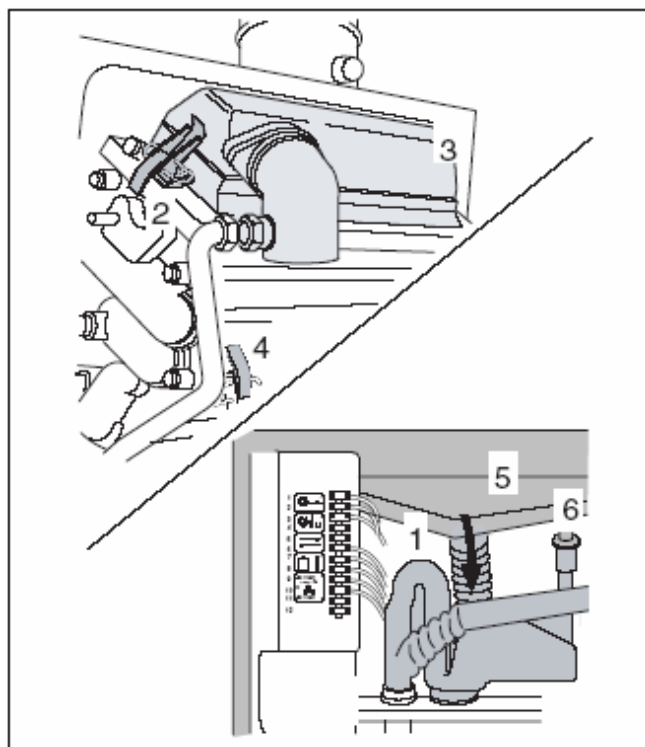

Рис. 36 Снятие кожуха и конденсатной тарелки
- Освободить обе крепежные скобы (рис. 36, поз. 2) на кожухе горелки и вынуть кожух горелки и горелку (рис. 36, поз. 3).
- Снять сифон с конденсатной тарелки (рис. 36, поз. 1).
- Разобрать соединение с конденсатным байпасом (рис. 36, поз. 6).
- Освободить крепежные скобы (рис. 36, поз. 4) на конденсатной тарелке и снять конденсатную тарелку (рис. 36, поз. 5).